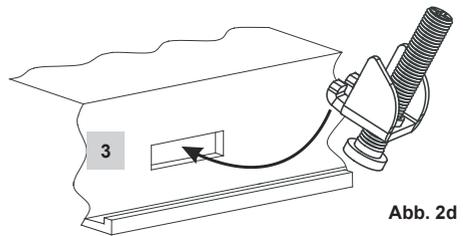

Abb. 2d
- Die Schrauben Abb. 2d einsetzen und anziehen, bis die Kanten des Rahmens mit der Schalttafel des Schaltschranks bündig sind.